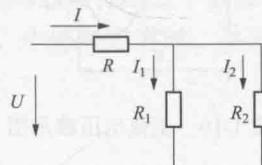

图 1-7 电阻混联示意图
(3) 电阻混联(见图 1-7)。在电路中既有电阻的串联又有电阻的并联, 这种电阻的连接方式称为混联。混联电路同时具有串联、并联的特点。